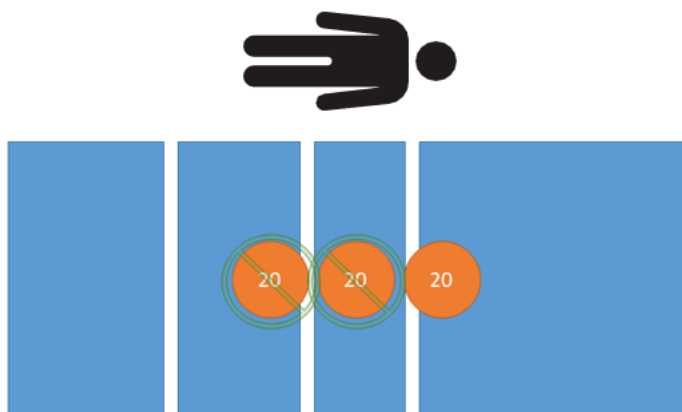

Figura 28 – Ensaio de tara - 20 kg líquidos
3. Utilizando pesos calibrados, coloque 20 kg no produto (Figura 28).
11. Utilizando pesos calibrados, coloque 20 kg no produto (Figura 28).